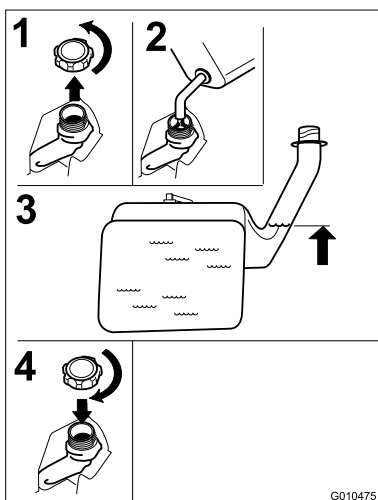

Bild 9
3. Füllen Sie den Kraftstofftank bis zur Unterseite des Einfüllstutzens Bild 9.